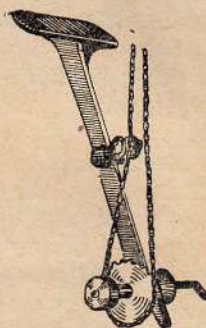

Рис. 2
2. Полужесткое сцепление (цепью Галля), встречающееся весьма редко (см. рис. 2).